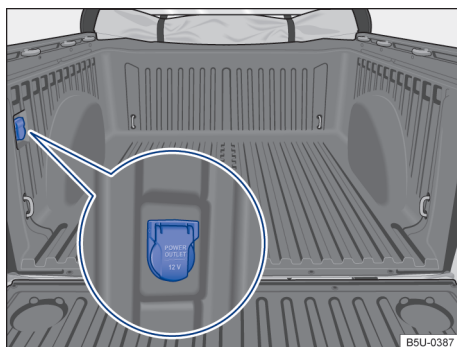

Fig. 123 Compartimento de carga: tomada 12 V.
- A tomada 12 V pode ser encontrada na parte interna do compartimento de carga → Fig. 123 (dependendo da versão do veículo pode não estar disponível).